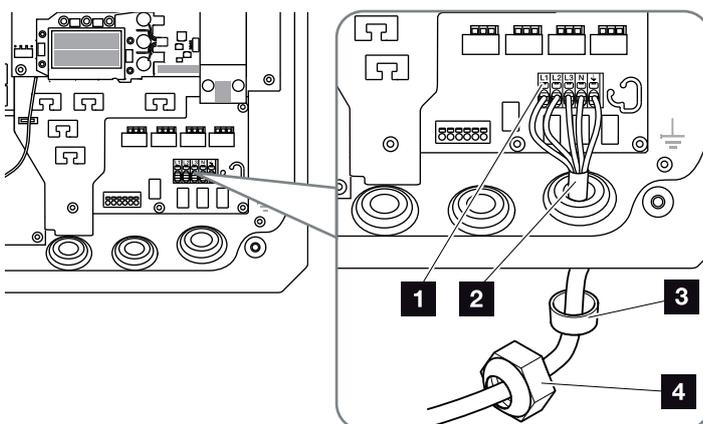

Fig. 31 : Raccordement du câble d'alimentation réseau à l'onduleur
7. Raccorder les fils du câble d'alimentation réseau à la borne de raccordement AC conformément au marquage. **!** **Fig. 31, pos. 1**